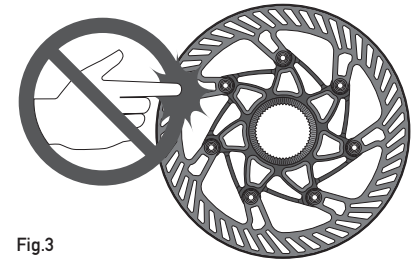

Fig.3
- Nunca toque no rotor do travão de disco, mesmo quando a bicicleta estiver parada. O rotor pode estar muito quente e pode causar queimaduras graves. Lembre-se também de tomar muito cuidado quando a bicicleta estiver em movimento, pois o rotor é afiado e pode causar lesões graves aos dedos se inseridos nas aberturas do rotor enquanto estiver em movimento (Fig. 3).